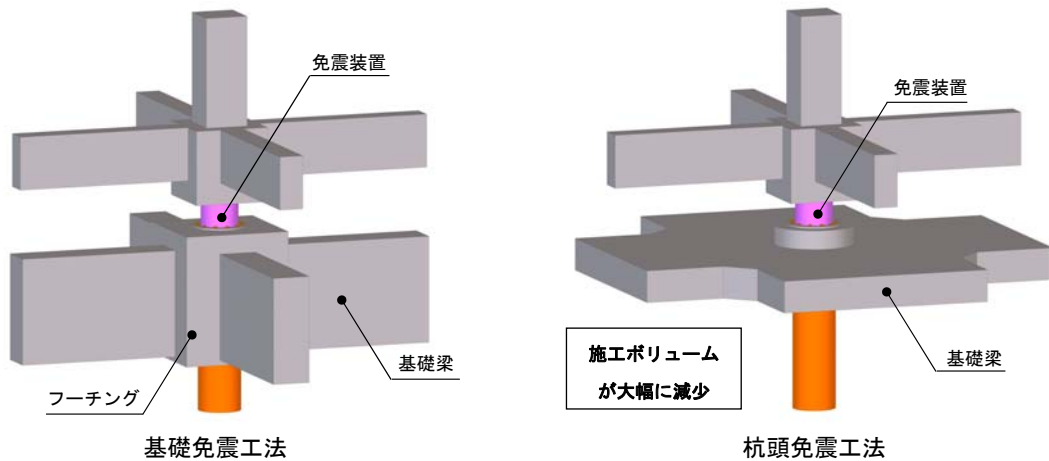

図3 基礎免震工法（従来の告示免震の場合）と杭頭免震工法（本指針を用いた場合）の比較
(1) 基礎免震構造と同等の免震効果＋建設コストの削減・工期短縮（図3）
(2) 告示による計算ルート（一般確認ルート）で設計が可能